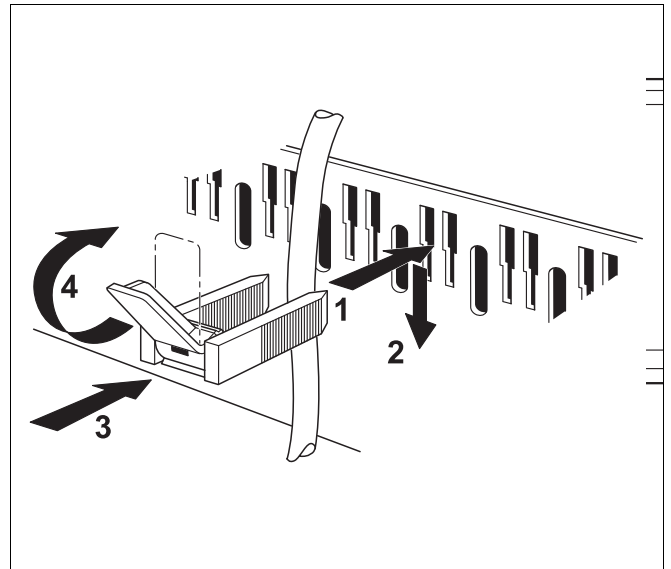

Рис. 19 Крепление провода хомутом
- Вставьте хомут со вложенным в него проводом так, как показано на рис. 19, сверху в вырезы рамки (рис. 19, шаг 1).
- Сдвиньте хомут вниз (рис. 19, шаг 2).
- Нажмите (рис. 19, шаг 3).
- Поверните рычажок вверх (рис. 19, шаг 4).